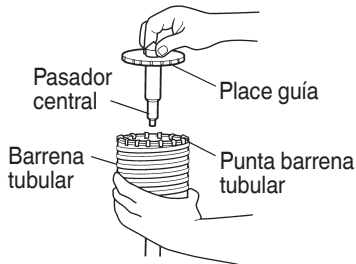

Fig. 18
- (3) Insertar el pasador central en la placa guía hasta que se pare.
- (4) Unir la placa guía con la barrena tubular y girar la placa guía hacia la izquierda o hacia la derecha de forma que no se caiga a pesar de estar indicando hacia abajo. (Fig. 18)